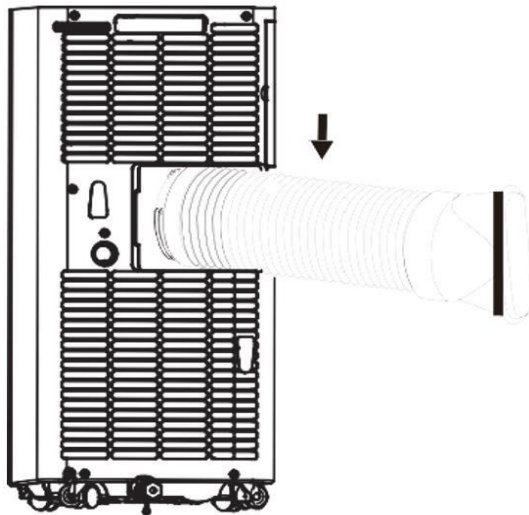

Fig.1
- Schroef de uitlaatlucht slang (met adapter) op de uitlaatluchtuitlaat aan de achterkant van het apparaat (tegen de klok in, afb. 1).